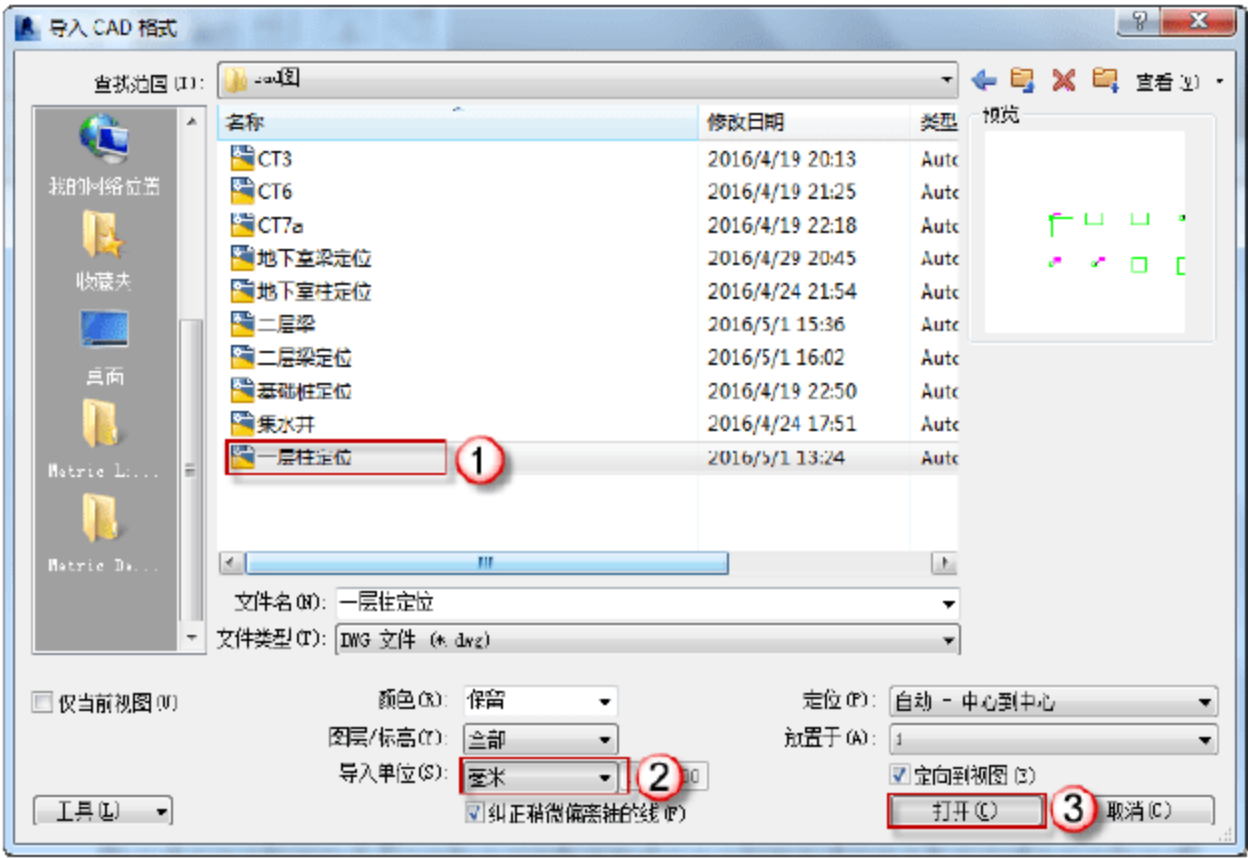
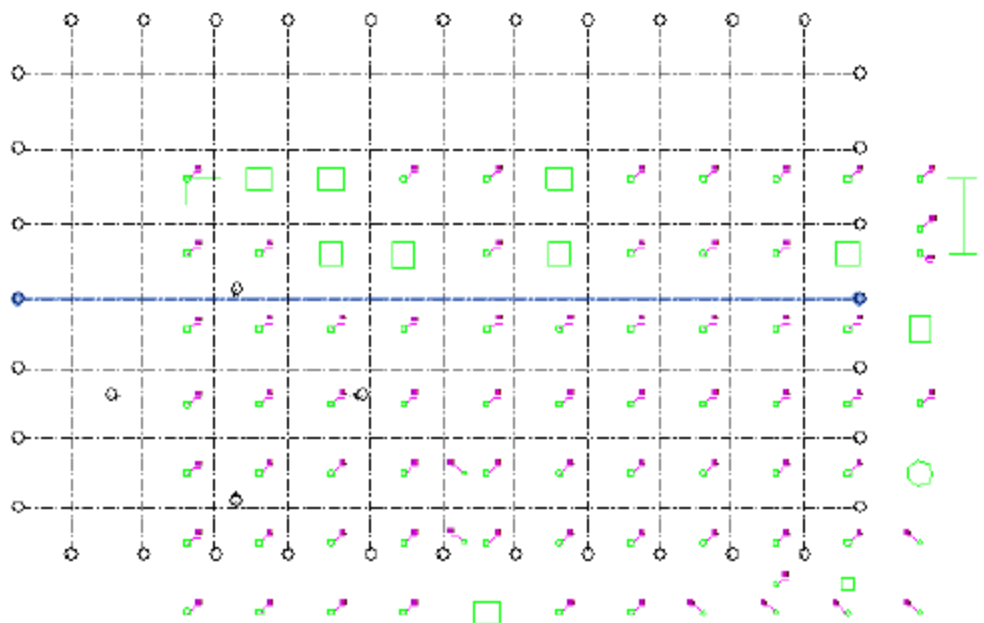

图 3.1.3 导入地下室柱定位 CAD
图 3.1.4 导入界面
(3) 导入地下室柱定位 CAD。切换一层结构平面图视图，选择“插入”→“导入 CAD”→“打开”命令，打开“导入 CAD 格式”对话框，如图 3.1.3 所示。导入 CAD 底图后，如图 3.1.4 所示。